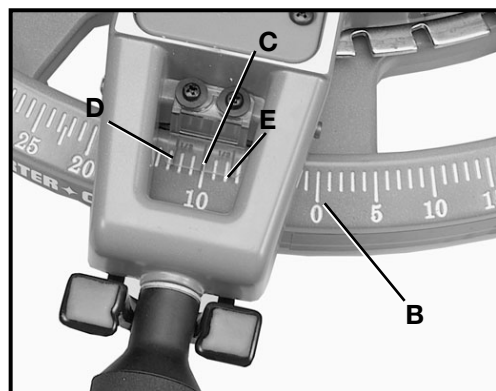

Fig. 13
3. La ligne centrale (C) fig. 13 du curseur indique l'angle réel de la coupe. Chaque ligne de repère sur l'échelle (B) représente un degré. Donc, lorsque la ligne centrale (C) est passée d'une ligne de repère à une autre sur l'échelle, l'angle de coupe change d'un degré.
4. L'indicateur est fourni avec deux lignes de repère supplémentaires (D) et (E) fig. 13. Cela vous permet de déplacer le bras de commande d'un demi-degré exactement. Par exemple, en supposant que la ligne centrale (C) se trouve sur le repère de 10 degrés sur l'échelle, comme l'illustre la figure, et que vous désiriez changer l'angle de coupe d'un demi-degré vers la droite. Déplacez le bras de commande jusqu'à ce que la ligne de droite (E) s'aligne avec la prochaine ligne de repère sur l'échelle. L'angle de coupe sera ainsi modifié d'un demi-degré vers la droite. Si vous changez l'angle de coupe d'un demi-degré à gauche, utilisez la ligne de repère gauche (D) de la même manière.